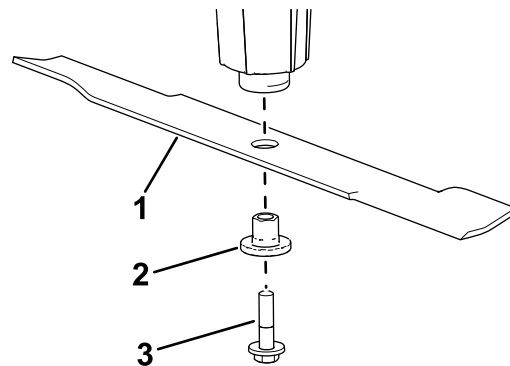

Рисунок 25
4. Снимите болт ножа, втулку и нож с вала шпинделя (Рисунок 25).